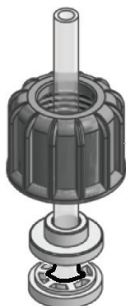

Abb. 6
- Schrauben Sie die Überwurfmutter nach 2-3 Minuten noch einmal ab und vergewissern Sie sich, dass der Schlauch eine Wulst zwischen Schlauchnippel und Klemmring gebildet hat (siehe Abb. 6). Damit ist eine feste und sichere Anschlussverbindung hergestellt.